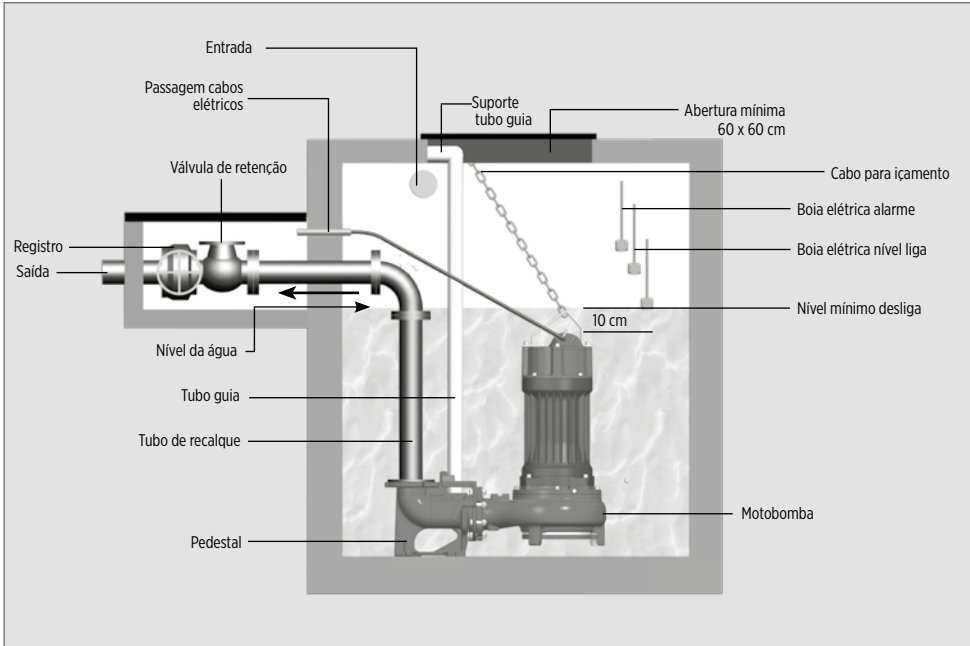

Figura 5 – Esquema de instalação da motobomba com pedestal
- A instalação pode ser móvel com tubo ou mangueira, ou em pedestal com Sistema de Acoplamento Direto conforme Figura 5. Quando a instalação for feita com pedestal, recomenda-se utilizar chumbador químico.
Para instalação com pedestal encaixe a motobomba no tubo guia e desça-a lentamente com auxílio de uma corrente, cabo de aço ou corda de nylon atado na alça, conforme demonstrado na Figura 5.